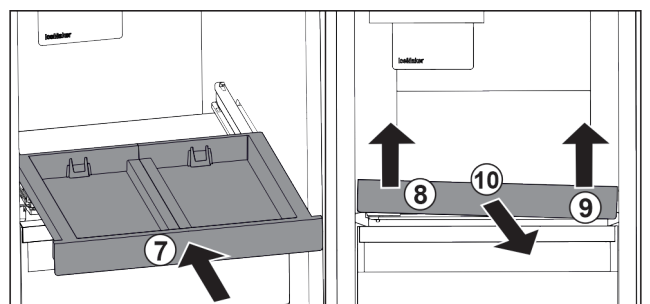

Fig. 141
- ▶ 推入拉出式搁板。 Fig. 141 (7)
- ▶ 抬起抽屉左前部。 Fig. 141 (8)
- ▶ 抬起抽屉右前部。 Fig. 141 (9)
- ▶ 向前取出拉出式搁板。 Fig. 141 (10)